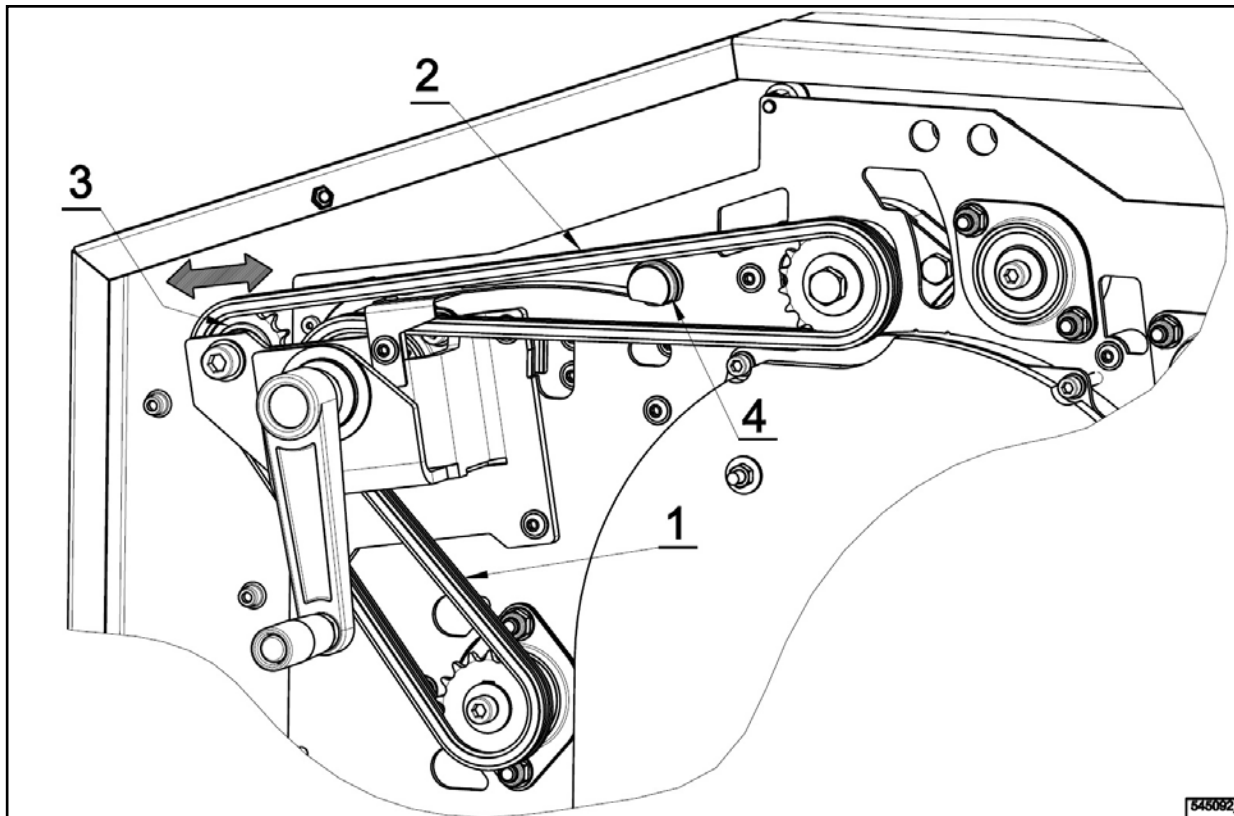

Figura 6.8.
- La trasmissione a catena è accessibile dopo lo smontaggio della copertura destra della macchina – vedi in figura 6.8 e consente il comando del rullo del piano d'introduzione e la frenatura del rullo superiore e stabilisce i rapporti di velocità dei singoli elementi dell'unità di stiro.
- La catena (1) va tenuta in stato teso. In stato teso la catena non deve presentare flessioni e il ramo superiore (2) deve essere leggermente sollevato a forma triangolare con volantino regolatore (4).
- Per raggiungere la tensione desiderata ruotare la ruota dentata (3).
- Figura 6.8. – Trasmissione a catena